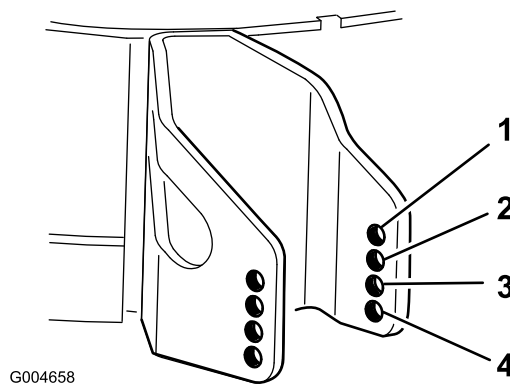

Figura 23
- Scegliete il foro in modo da posizionare il rullo antiscampo all'altezza di taglio corrispondente più vicina all'altezza richiesta (Figura 23).